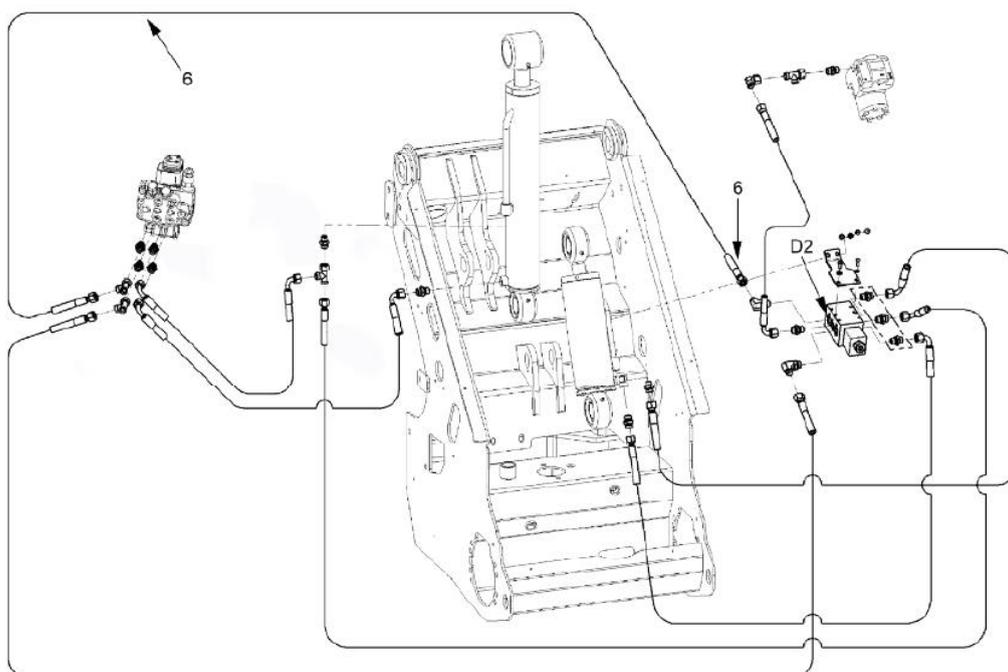

РИС.7
Снимите шланг (6) с обратного порта цилиндра самовыравнивания и закрепите его на коленчатом фитинге 90° М 3/8" - 12L на порте D2 (РИС.7).